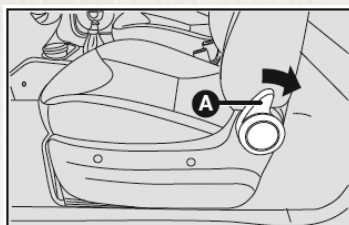

fig. 9
(para 700 CC, acceso a la rueda de refacción para cabina corta y a objetos (carga) para cabina extendida - fig. 9)
- Gire la perilla A-fig. 9 en el sentido del asiento trasero, el respaldo se desbloqueará, abatiéndose hacia adelante.
- El asiento volverá a la posición vertical ajustada anteriormente, pero el ángulo del respaldo se deberá reajustar a través de la perilla A-fig. 9 de pliegue del respaldo.